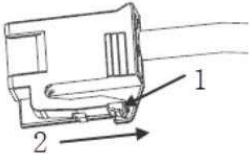

图7-1-11 低音扬声器接插件拆卸示意图
d. 拆卸低音扬声器接插件：如图7-1-11，用力沿箭头1方向压住卡脚，再沿箭头2方向拔出线束插头。